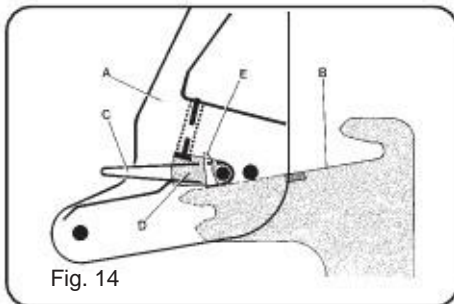

Fig. 14
- 1 - De tractor **LANGZAAM VOOR UIT** rijden, evenwijdig en gecentreerd tussen de armen van de lader totdat de assen zich vastzetten onder de haken. (Fig. 14, 15,16).